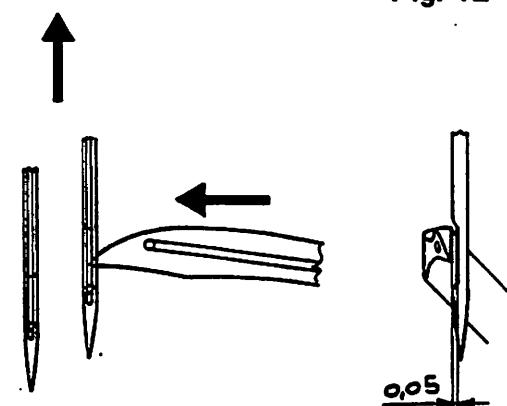
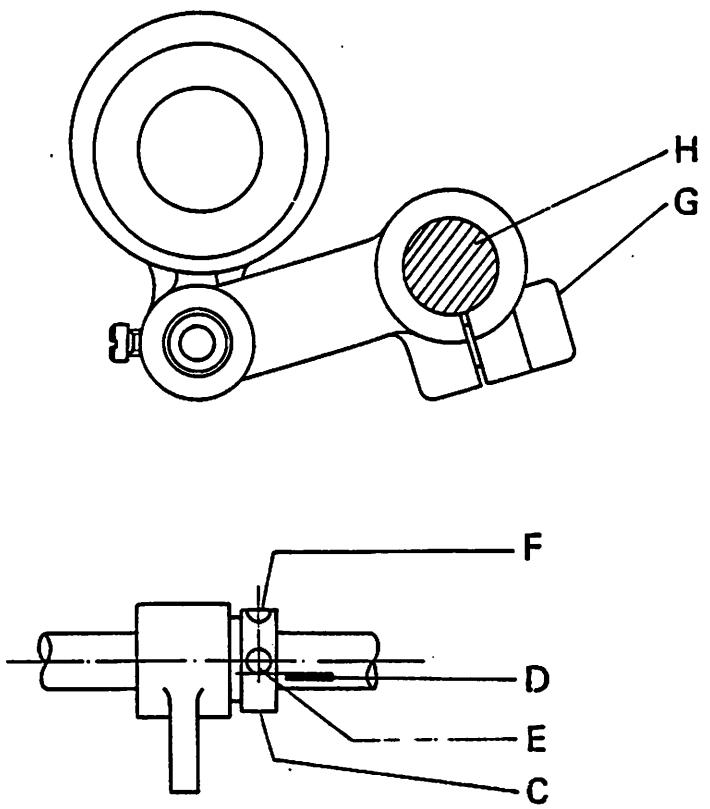

Fig. 14
Fig. 15
2. Per ottenere la quota 0,05 (fig. 14) che rappresenta la distanza fra la punta del crochet e l'incavo dell'ago durante la sua corsa da destra a sinistra allentare la vite G (fig. 15) e registrare facendo ruotare l'albero H.
4. Gli aghi nella loro discesa devono entrare in contatto con il dorso della lama del crochet flettendo. Per ottenere questa condizione è necessario che il prolungamento ideale della tacca di riferimento D (fig. 15), incisa sull'albero principale, risulti tangente al diametro esterno della vite E.
2. To obtain distance 0.05 mm. (fig. 14) which represents the distance between the point of the looper and the needle notch during its stroke from right to left, slacken screw G (fig. 15) and adjust by turning shaft H.
4. In their downward stroke the needles must come into contact with the back of the looper blade, bending slightly. To obtain this condition an imaginary line extending from reference notch D (fig. 15) on main shaft would have to be at a tangent to the external diameter of screw E.
Attenzione - in caso di sbloccaggio delle viti E ed F (fig. 15), per ottenere le condizioni di cui sopra, la faccia esterna dell'eccentrico C deve sfiorare l'estremità della tacca di riferimento D.
Attention: If screws E and F (fig. 15) are undone, in order to obtain the above conditions the external plane of eccentric C must just graze the extremity of reference notch D.